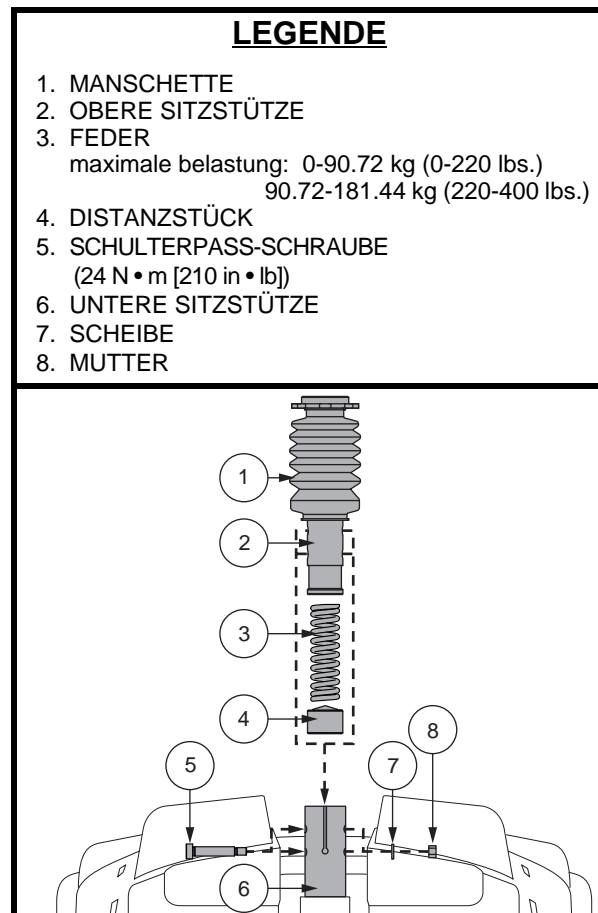

Abb. 19. Einstellung der Sitzhöhe - Gefederten komfort-sitzstütze
4. Drücken Sie die Sitzstütze nach unten, während Sie die Schulterpassschraube, die Unterlegscheibe und die Mutter lösen und entfernen. **Siehe Abb. 19.**
6. Bringen Sie die gewünschte Komfortfeder an. **Siehe Abb. 19.**